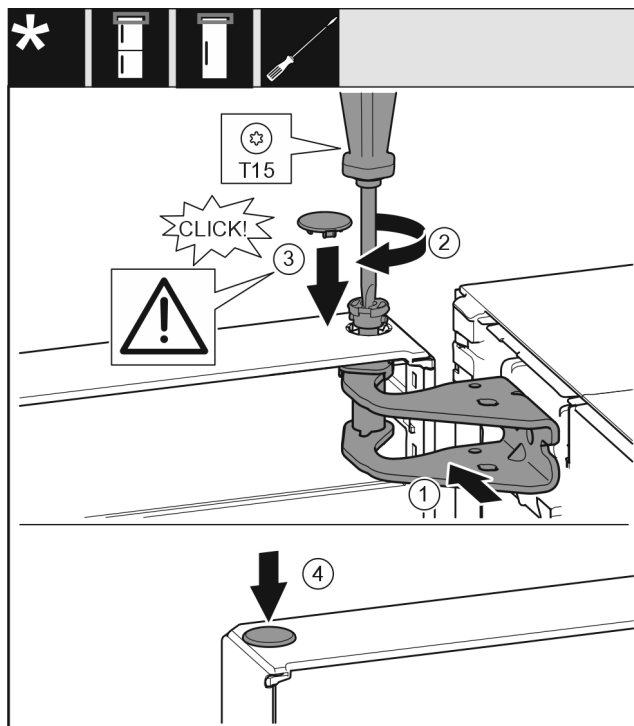

Fig. 19
- ▶ Dveře nahoře vyrovnejte s otvorem ve stojanu ložiska. Fig. 19 (1)
- ▶ Vložte čep a pevně jej utáhněte šroubovákem T15. Fig. 19 (2)
- ▶ K zajištění dveří namontujte bezpečnostní kryt: Bezpečnostní kryt nasadte a zkontrolujte, zda přiléhá na dveře. V opačném případě čep zcela zasuněte. Fig. 19 (3)
- ▶ Vložte zátku. Fig. 19 (4)